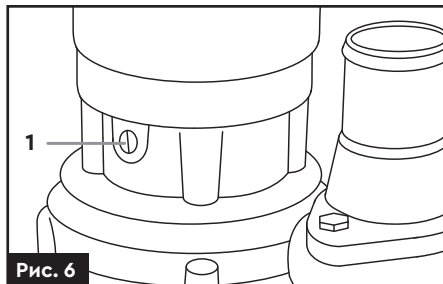

Рис. 6
- › Перевірте рівень оливи у оливній камері, яка розташована у нижній частині двигуна. Пробка для контролю та заливу оливи (1) (рис. 6) також розташована у нижній частині двигуна насоса.